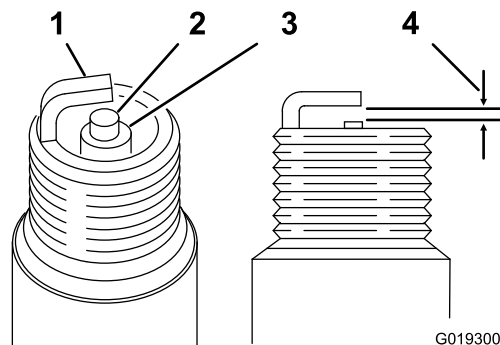

图31
空隙： 0.70~0.80mm；请参阅 图31
- 将空隙设定为 0.70~0.80mm（图31）。